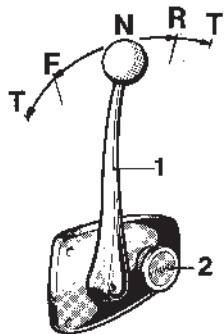

Fig. 6. Commande combinée Volvo Pentax d'accélérateur et de changement de marche pour inverseur MS
1. Placez le levier de commande au point mort et débrayez le mécanisme de commande de changement de marche en vous référant aux instructions données à la figure 6. Enfoncez la commande de stop de la pompe d'injection s'il en existe.
7. Ramenez le levier de commande au point mort pour embrayer le mécanisme de changement de marche (voir figure 6). Tout est maintenant prêt pour la mise en marche du bateau.